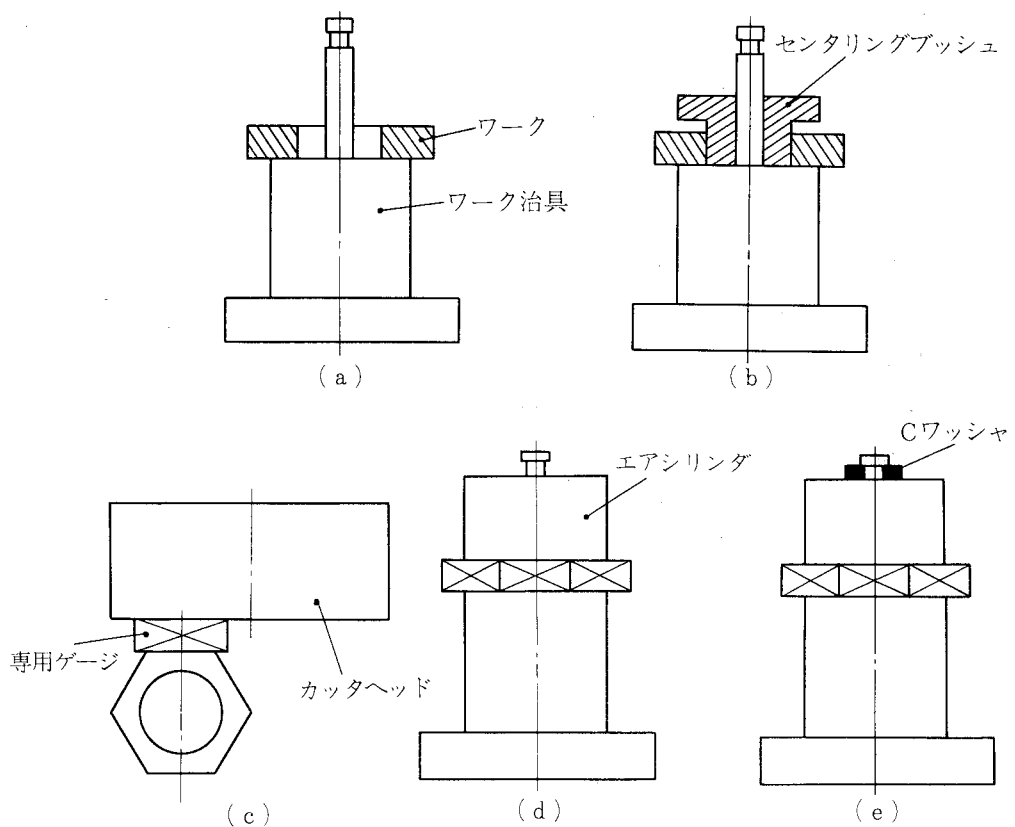

図1-10 ワークの取付け
テーブル運動線と平行にセットする〔図1-10
ダをかぶせる〔図1-10(d)〕。
- (7) Cワッシャでとめる〔図1-10(e)〕。
- (8) エアを供給し、クランプする。